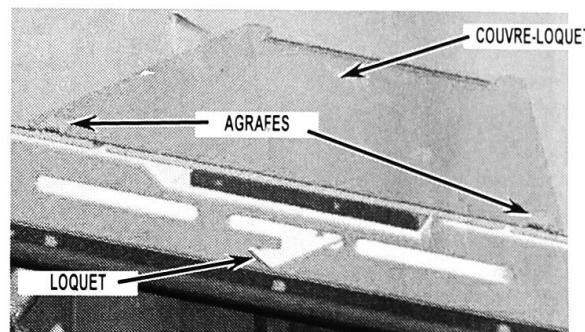

Figure 3
- Utiliser le couvre-loquet fourni avec le nouveau loquet pour fermer l'ouverture laissée par la section de tôle enlevée à l'étape 4. Positionner le couvre-loquet comme on le voit à la *Figure 3*.
- Fixer le couvre-loquet avec les agrafes fournies; installer les agrafes dans l'encoche – voir les *Figures 3 et 4*. Veiller à ne pas laisser d'espace autour.